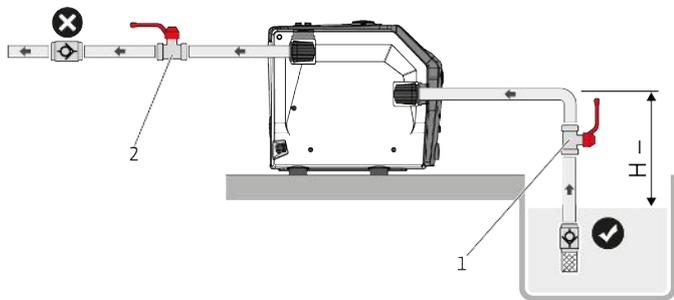
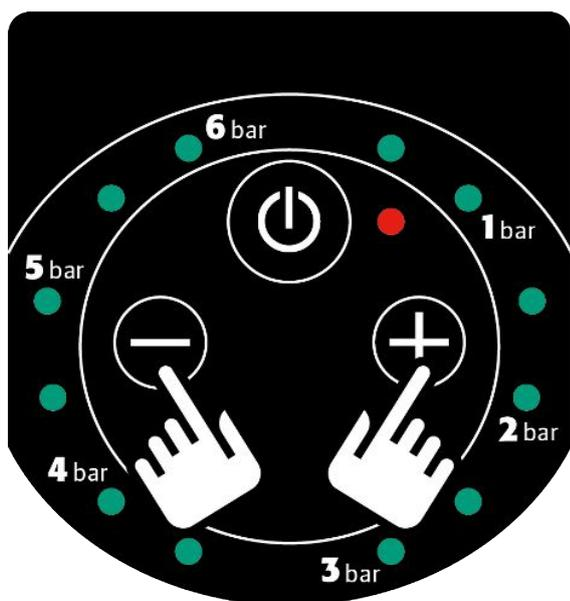

Fig. 7: Funzionamento soprabattente
Fig. 10: Tasto di comando + e -
1. Se il prodotto è installato in modalità di aspirazione (Fig. 7), premere i tasti di comando "+" e "-" contemporaneamente per 5 secondi (Fig. 10).
1. Chiudere la valvola d'intercettazione (Fig. 7, Pos. 1, 2) sul lato di aspirazione e di mandata.